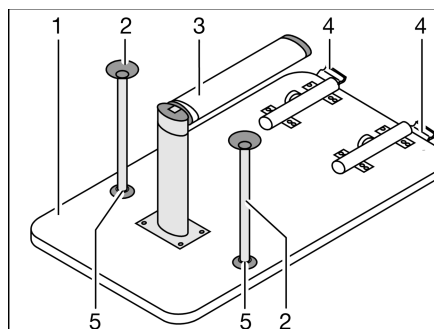

Fig. 89 Struttura di supporto letto
- Sollevare il piano del tavolo (Fig. 89,1) di circa 45° in avanti.
- Ribaltare di 90° all'indietro la parte inferiore del supporto snodabile (Fig. 89,3). A questo scopo, a seconda del modello, tirare verso il basso la parte inferiore del supporto snodabile o premere il bottone di sbloccaggio.
- Nel bloccaggio (Fig. 89,4) premere il bottone di sbloccaggio.
- A seconda del modello, inserire i due montanti di supporto aggiuntivi (Fig. 89,2) negli alloggiamenti (Fig. 89,5) sul lato inferiore del piano del tavolo.